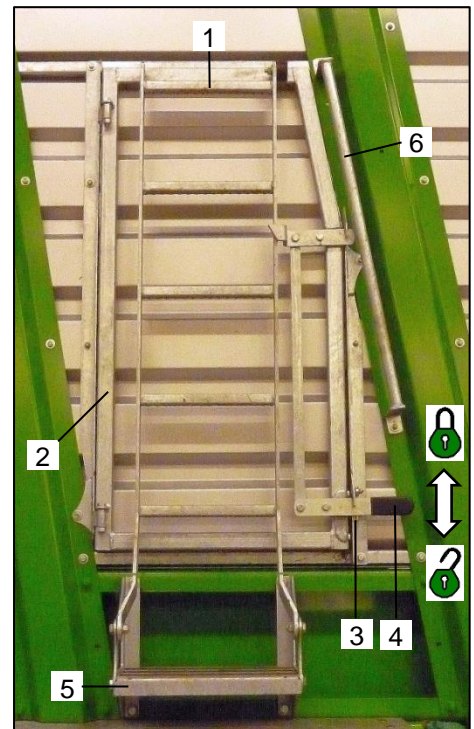

Bild 26: Aufstiegsleiter und Einstiegstür
Um die Einstiegstür (Bild 26 / Pos.2) wieder zu verschließen und die Aufstiegsleiter (Bild 26 / Pos.1) wieder in die oberste Position zurück zu führen, ist wie folgt vorzugehen:
- Durch nach unten Ziehen des Hebels (Bild 26 / Pos.4) die Einstiegstür (Bild 26 / Pos.2) entriegeln  und komplett schließen. Der Hebel bleibt anschließend in entriegelter Stellung .
- Die Aufstiegsleiter (Bild 26 / Pos.1) mit beiden Händen nach oben schwenken, bis sie komplett an der Einstiegstür (Bild 26 / Pos.2) anliegt.
- Durch nach oben Führen des Hebels (Bild 26 / Pos.4) die Aufstiegsleiter (Bild 26 / Pos.1) und die Einstiegstür (Bild 26 / Pos.2) gleichzeitig verriegeln . Die Sicherung (Bild 26 / Pos.3) verriegelt dabei automatisch und verhindert ein unbeabsichtigtes Öffnen.